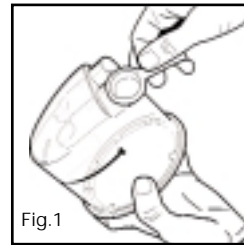

Fig.1
4. Retire los tapones azules y deséchelos (Fig. 1).